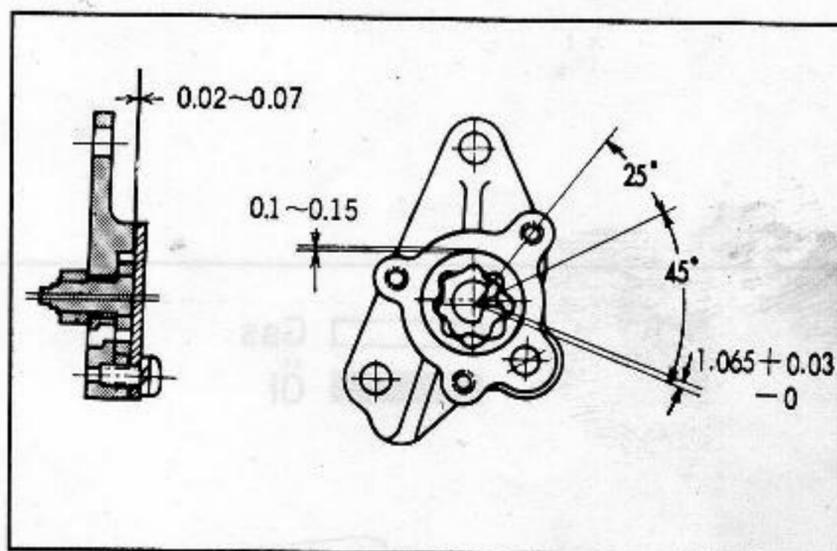

Abb. 3.66 Spiel des Ölpumpenrotors
- (1) Spiel, äußeres Rotorgehäuse (Abb. 3.66)